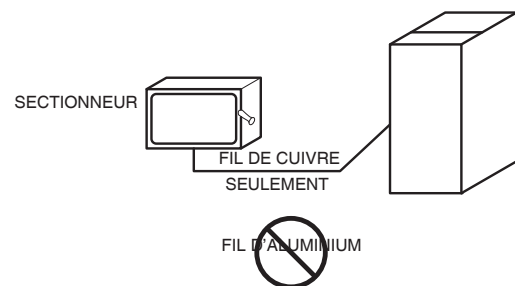

Fig. 34 – Coffret électrique externe fourni sur place sur le caisson de la chaudière
Ne branchez pas de fil d'aluminium entre le disjoncteur et la chaudière. Utilisez uniquement du fil de cuivre. Voir Fig. 34.
1. Percez deux (2) trous de départ de 3 mm (1/8 po) dans les alvéoles du caisson de la chaudière près de la pastille défonçable ou du bouchon de 22 mm (7/8 po) sur le côté du caisson. Ne retirez pas la pastille défonçable ou le bouchon du côté du caisson.
3. Posez deux (2) vis depuis l'extérieur du caisson pour fixer le support de la boîte de jonction au caisson de la chaudière.
9. Raccordez les fils d'alimentation et neutres sur place aux fils d'alimentation électrique de la chaudière à l'intérieur du coffret électrique externe, comme illustré à la Fig. 34.